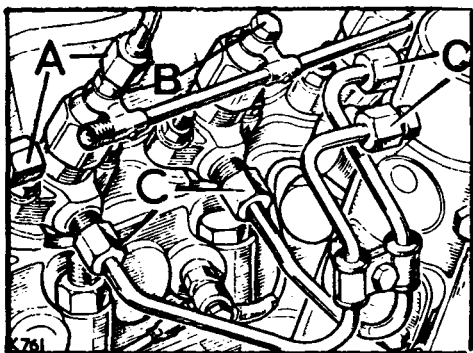

Fig. A1-13 Desmontaje de inyectores
- 1.3. Desconectar los racores de los tubos de alta presión, C (Fig. A1-13) en su misión a los inyectores y a la bomba y retirar dichos tubos.
- 1.4. Desconectar los racores de sobrante, A (Fig. A1-13) y aflojar los, B.